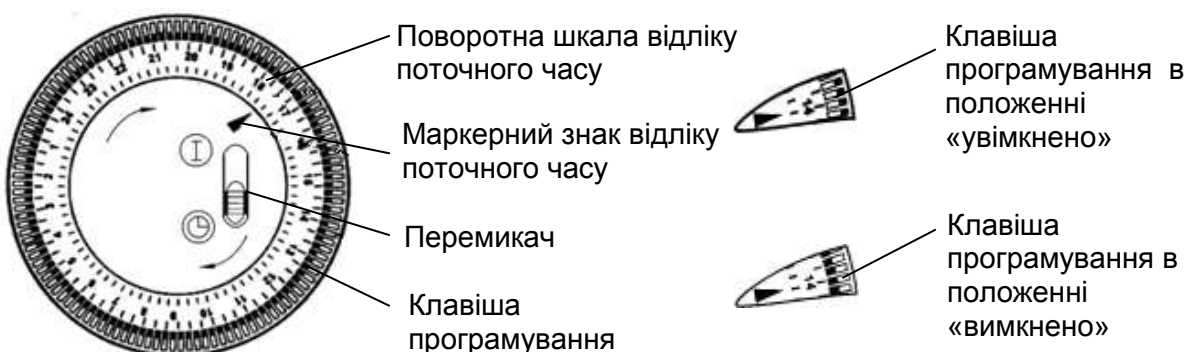

Рис. 5
5.6 Переведіть клавіші ступінчастого регулятора потужності в положення «0», сполучіть «риск» на ручці термостата зі знаком * на корпусі конвектора (див. рис.4), встановіть перемикач таймера (для моделей з таймером) у положення «I» (див. рис.5). Конвектор готовий до роботи.
Клавішами програмування таймера (див. рис. 5) встановіть бажані інтервали часу «увімкненого» і «вимкненого» стану конвектора. Поворотом шкали відліку поточного часу таймера в напрямку стрілки встановіть поточний час, сполучивши його з маркерним знаком ▲ відліку поточного часу. Увімкніть таймер, для чого установіть перемикач у положення . У положенні «I» вимикача таймер вимкнений (що еквівалентно установці всіх клавіш програмування в положення «увімкнено»). Дискретність програмування